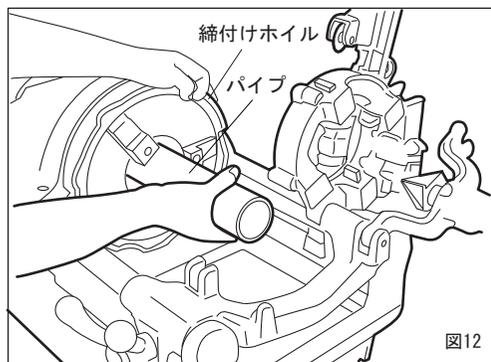

図12
6. パイプの取付け、取外し (図12)
■短管ねじ切りのパイプのつかみ方 (図12)